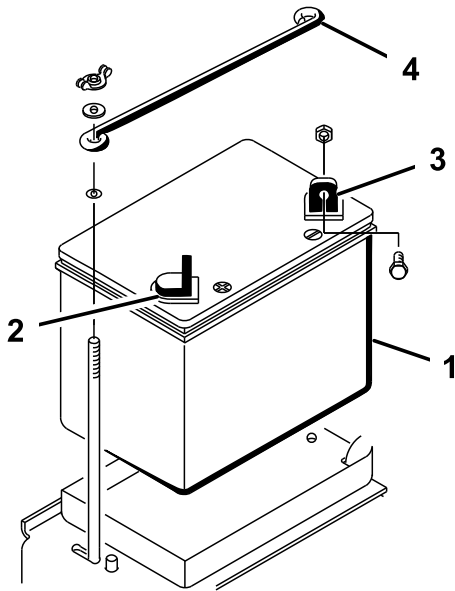

図 5
1. 右車輪後方のバッテリートレーに、マイナス端子を車体後方に向けてバッテリーを載せる (図 5)。